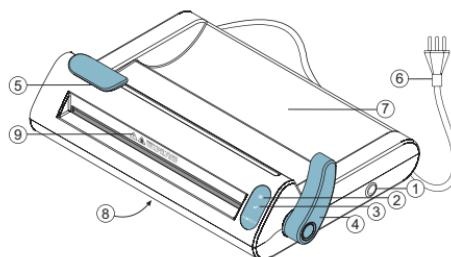

Fig. 1
- A Seladora bivolt automático (pode ser usada tanto em redes de 127V quanto 220V), conforme indicado no rótulo de identificação, que se encontra na parte inferior do equipamento (Fig. 1).
- 1 Conecte o selador e pressione o botão On/Off até o bip soar para ligar o equipamento, 3 bips soarão e o LED estará piscando, indicando que a seladora está em fase de aquecimento. Ao atingir temperatura de selagem (aproximadamente três minutos com a alavanca levantada, Fig. 1), serão emitidos 2 bips e o LED permanecerá aceso, indicando que a seladora está pronta para ser utilizada.
- 2 Insira a ponta do papel grau cirúrgico através da entrada de selagem, sempre com o lado do papel para baixo e a parte plástica para cima, puxe pelo outro lado e então repouse o rolo no alojamento para rolos (Fig.1). Puxe o papel para que este seja selado no tamanho desejado.